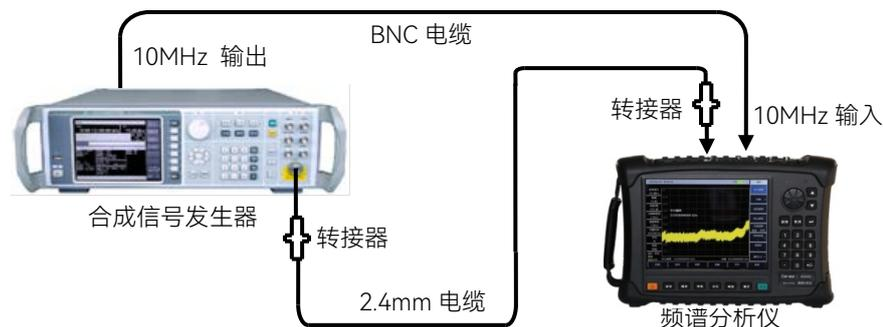

图 14.8 边带噪声测试示意图
- 1) 如图 14.8 连接测试仪器, 合成信号发生器为频谱分析仪提供频率参考。